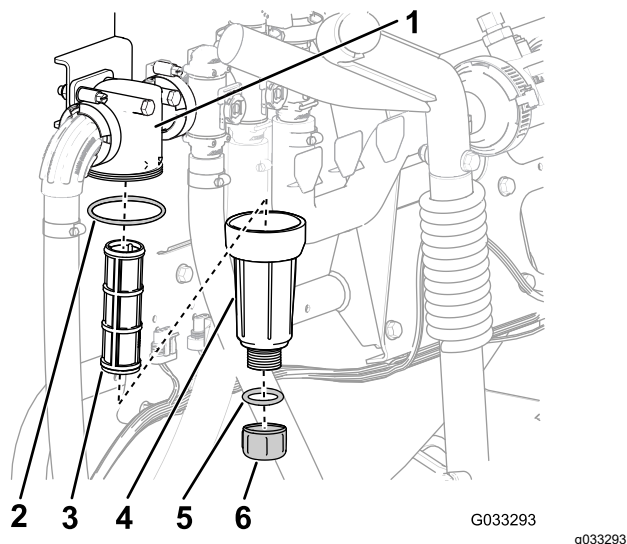

Рисунок 60
3. Поверните маслосливную пробку против часовой стрелки и снимите ее со стакана фильтра линии нагнетания (Рисунок 60).
4. Поверните стакан против часовой стрелки и снимите его с головки фильтра (Рисунок 60).
5. Извлеките старый элемент фильтра линии нагнетания (Рисунок 60).
6. Проверьте уплотнительное кольцо маслосливной пробки (расположенное внутри стакана) и уплотнительное кольцо стакана (расположенное внутри головки фильтра) на повреждения и износ (Рисунок 60).
7. Вставьте новый элемент фильтра линии нагнетания в головку фильтра (Рисунок 60).
8. Установите стакан на головку фильтра и затяните вручную (Рисунок 60).
9. Установите пробку в стакан и затяните ее от руки (Рисунок 60).
2. Поместите сливной поддон под фильтр линии нагнетания (Рисунок 60).